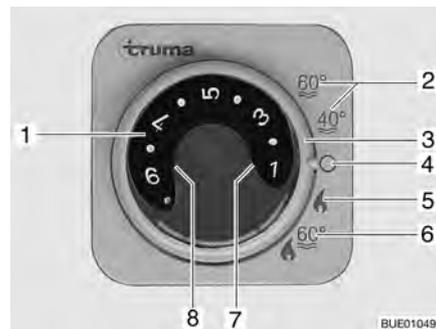

Fig. 158 Unité de commande pour chauffage/chauffe-eau
- Régler le mode de régime à l'aide de l'interrupteur tournant (Fig. 158,3).
Le chauffage règle le degré d'allumage automatiquement en fonction de la température ambiante requise. Une fois que la température ambiante désirée est atteinte, le brûleur s'éteint. La température intérieure est mesurée avec la sonde de température qui se trouve à côté du panneau de contrôle. En mode "Chauffage et chauffe-eau" (Fig. 158,6) l'eau est également chauffée dans le chauffe-eau. Il est possible de faire fonctionner le chauffage en mode "Chauffage sans chauffe-eau" (Fig. 158,5) et le chauffe-eau vide.
- Régler le bouton tournant de température (Fig. 158,1) de l'unité de commande sur le degré de chauffage désiré.
- Régler l'interrupteur tournant (Fig. 158,3) en régime hiver "Chauffage sans chauffe-eau" (Fig. 158,5) ou en régime hiver "Chauffage et chauffe-eau" (Fig. 158,6).
Le voyant de contrôle vert (Fig. 158,7) est allumé et indique simultanément le degré de température choisi.
Le voyant de contrôle jaune (Fig. 158,8) indique la mise en température de l'eau lorsque le chauffe-eau est rempli.
- Régler l'interrupteur tournant (Fig. 158,3) sur "O" (Fig. 158,4).